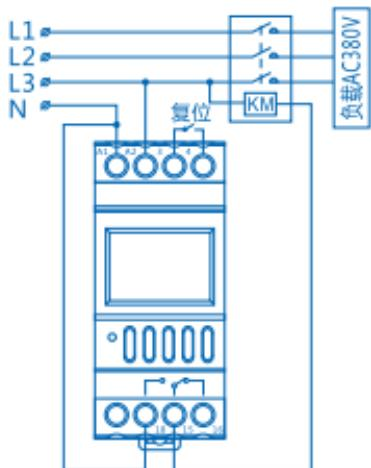

图4 三相控制接线图（接触器线圈AC220V）
a) 控制接触器的线圈电压AC220V 50Hz，接线方式如图4所示；